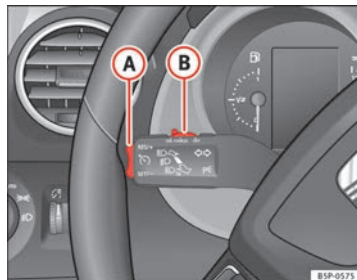

Fig. 155 Levier des cli-gnotants et des feux de route : commande et touche basculante pour régulateur de vitesse
- Lorsque le levier (B) est déplacé dans la position « CANCEL » sans passer par la position « OFF ». Une fois l'opération « CANCEL » réalisée, le levier revient dans sa position de départ après relâchement.
Pour réactiver le régulateur, relâchez la pédale de frein ou d'embrayage ou réduisez la vitesse en dessous de 180 km/h et appuyez une fois sur la partie supérieure du bouton rotatif **RES/+** ⇒ fig. 155 (A).